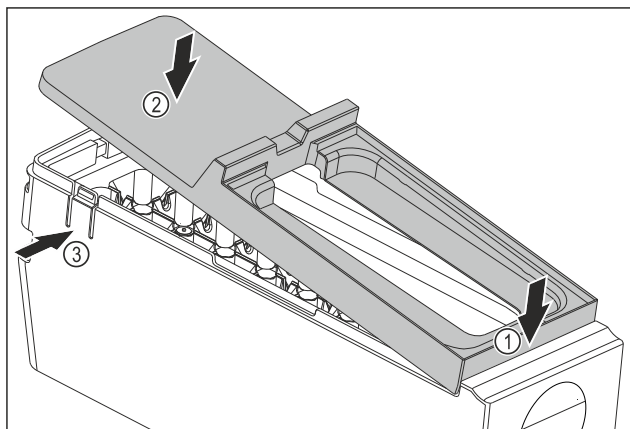

Fig. 144
- Montați apărătoarea corpului EasyTwist-Ice: Așezați în față apărătoarea Fig. 144 (1)
- Coborâți în spate apărătoarea Fig. 144 (2)
- ▷ Apărătoarea se fixează în poziție cu zgomot specific în cele două eclise Fig. 144 (3).